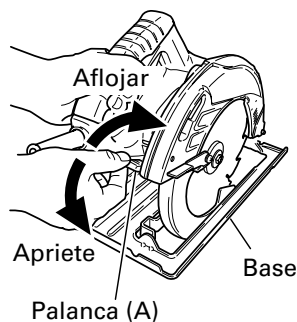
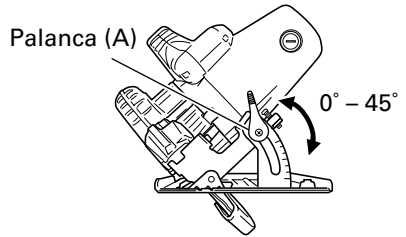

Fig. 10
Fig. 11
7. Verifique que la palanca (A) se encuentre apretada.
La flojedad de la palanca (A) para ajustar la profundidad de corte (Fig.10) y el ángulo de inclinación (Fig.11) puede producir lesiones. Asegúrese de que se encuentren firmemente apretadas.
1. Ajuste de la profundidad de corte (Fig. 10)
Tal como se muestra en la Fig.11, aflojando la palanca (A) de la escala de bisel, es posible inclinar la cuchilla de la sierra hasta un ángulo de 45° con respecto a la base.